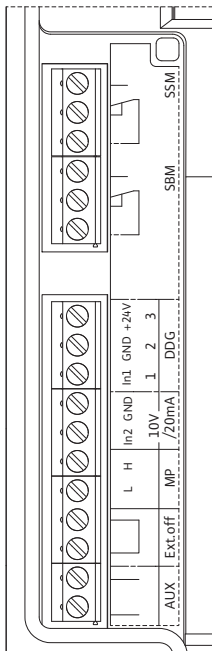

Fig. 32: Ακροδέκτες ελέγχου
- Ακροδέκτες ελέγχου (Fig. 32)